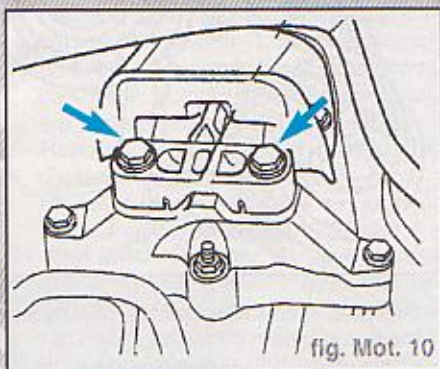

fig. Mot. 10
- Dévisser la fixation côté boîte du support de boîte par le haut (fig. Mot. 10).